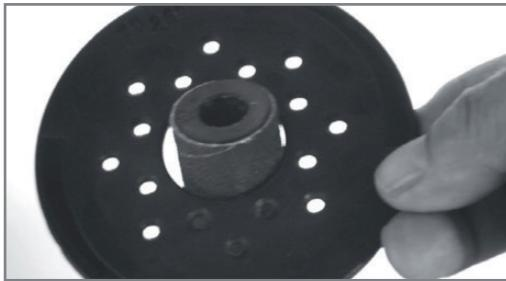

Рис.8.
- Наденьте вкладыш на шпиндель и на нижнюю шайбу шпинделя (рис. 8).
Для замены ремней обратитесь в авторизованный сервисный центр. Если вы хотите произвести замену ремней самостоятельно, обратитесь к рис. 8 или проконсультируйтесь с сервисным центром.